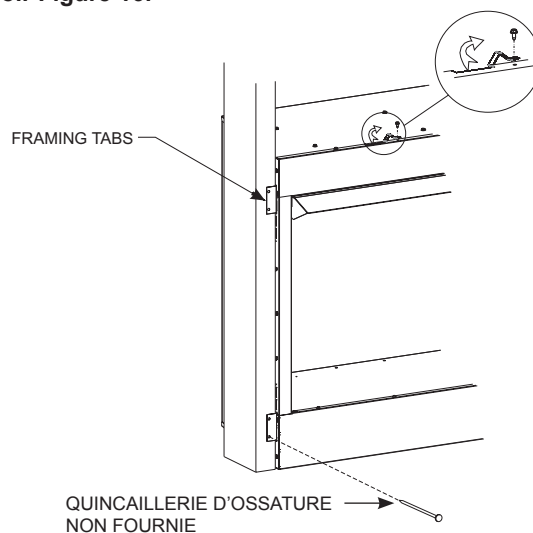
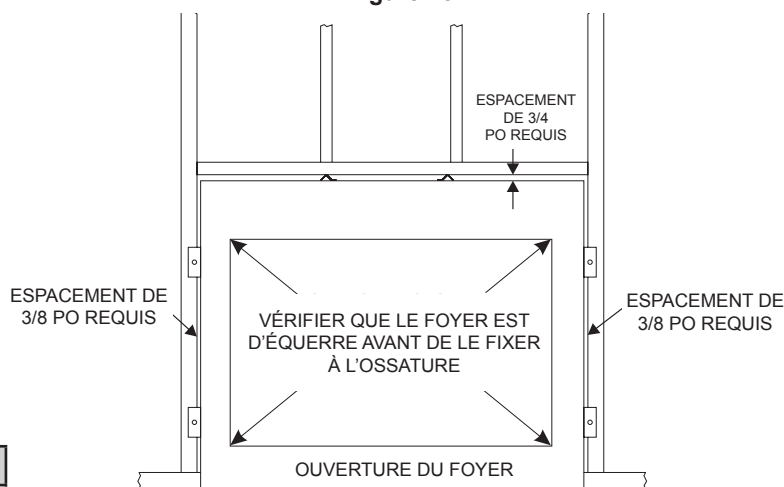

Figure 15
Figure 16
Redresser les entretoises supérieures vers le haut et les replier comme sur l'illustration. Attacher le côté libre à la face supérieure avec deux vis à tête hexagonale du sachet de visserie. Placer le foyer dans l'ouverture de l'ossature. Utiliser les pattes sur le côté du foyer pour attacher le foyer à l'ossature. Différents emplacements de pattes peuvent être utilisés pour les matériaux de paroi de 1/2 po ou 5/8 po d'épaisseur. **Voir Figure 15.** Les pattes d'ossature doivent appuyer directement contre le matériau d'ossature. Utiliser au moins un (1) clou par attache pour la fixer en place. Vérifier que le foyer est d'équerre avant de l'attacher à l'ossature en bois. **Voir Figure 16.**